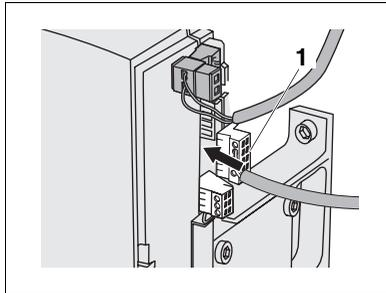

Abb. 4 MPA-Handterminal anschließen
- Stecken Sie den Stecker des MPA-Handterminals an die Schnittstelle der Betriebsanzeige (Abb. 4, Pos. 1).
- Stecken Sie den Stecker der Betriebsanzeige in die dafür vorgesehene Schnittstelle (Abb. 4, Pos. 1).